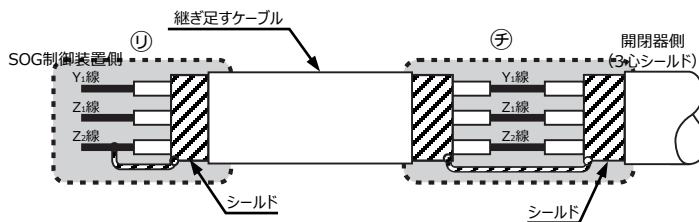

図10 ケーブルの継ぎ足し
- ① シールド内はY₁、Z₁、Z₂の3心のみとしてください。
- ② 開閉器側制御ケーブルの端末は、シールド線をZ₂端子にはんだ付けしていますので、継ぎ足す場合にはシールド線を外し、端子記号を合わせて接続してください。また開閉器側のY₁、Z₁、Z₂のシールド線と継ぎ足すケーブル側のシールドを接続してください。(図10)
- ③ 継ぎ足した側のケーブル端末は、SOG制御装置側でシールドとZ₂端子を接続してください。(図10)